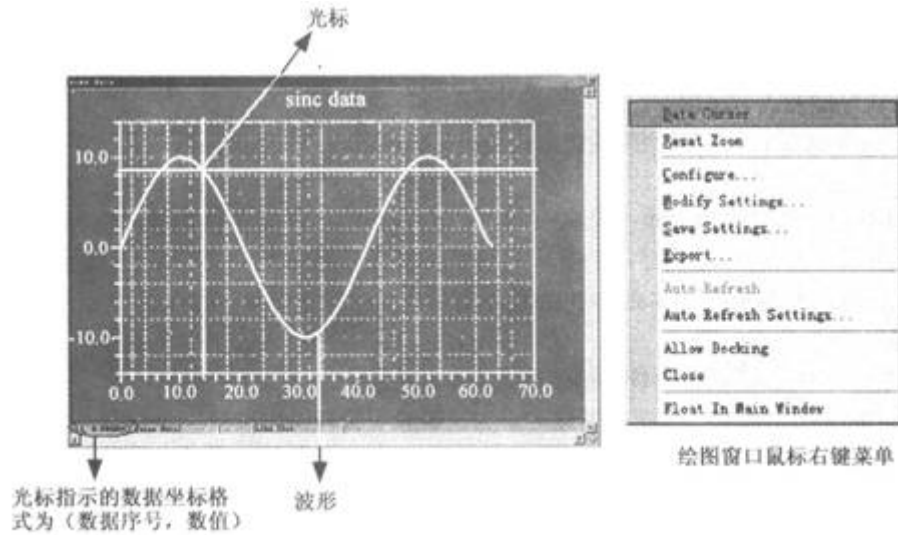

图 5-53 所绘制的图形窗口及其鼠标右键菜单
4) 单击 OK 按钮, VisualDSP++将显示所绘制的图形。如图 5-53 所示。